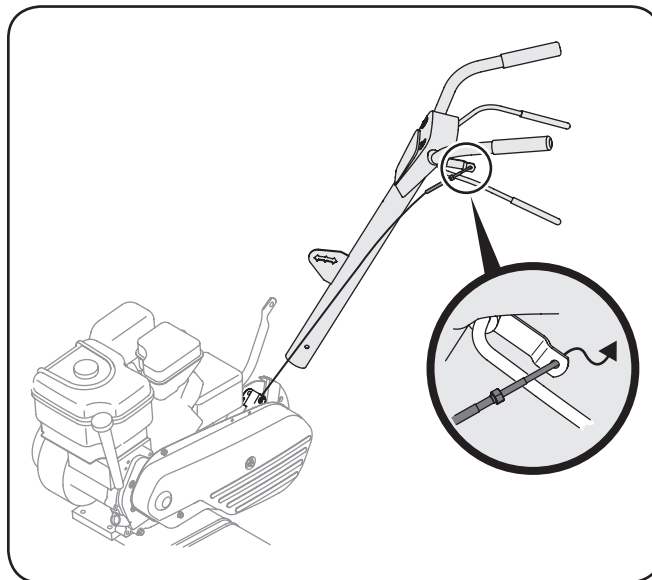

Figura 3-2
2. Enganche el extremo "Z" del cable del embrague de marcha adelante en la palanca de enganche de los dientes. Vea la Figura 3-2.